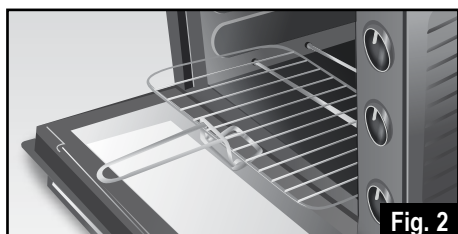

Fig. 2
- Girar el pomo del termostato (G) y ajustar la temperatura de cocción deseada.
- Coloque la rejilla (D) con los alimentos anteriormente preparados, dentro del horno al nivel de cocción (E) deseado, utilizando el tenedor adecuado (M) (Fig. 2).